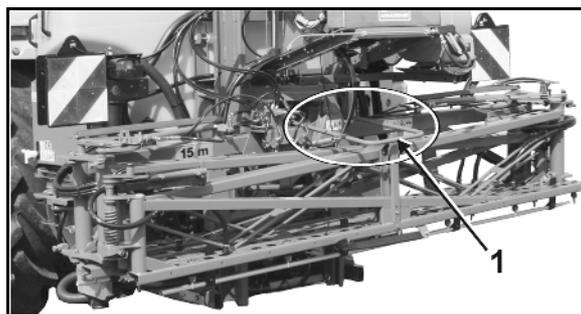

Fig. 43
- o Mediante la regulación de altura bajar el varillaje hasta aprox. 30 cm (medidos desde el borde inferior del soporte del varillaje) hasta que el bloqueo automático de transporte (Fig. 43/1) asegure el paquete de varillaje).
- o De esta manera bloquea la regulación de altura y evita un desbloqueo involuntario del seguro de transporte (Fig. 43/1).
Fig. 43 muestra el seguro de transporte bloqueado.